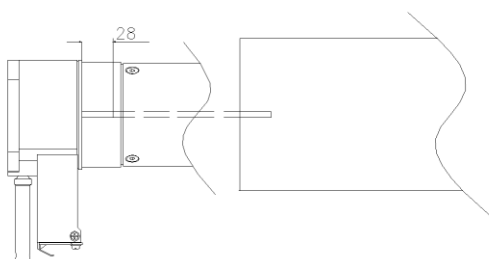

fig. 2
- ▮ Verificare la compatibilità del motoriduttore con il rullo e praticare su un'estremità di questo un'asola di dimensioni tali da contenere la linguetta presente sulla corona, e procedere all'assemblaggio; (fig. 2)